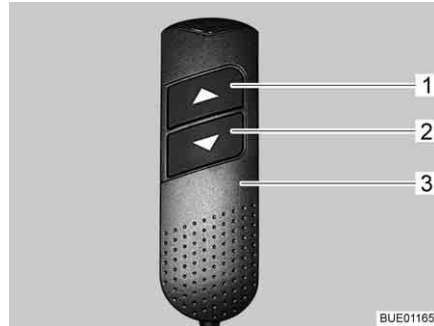

Bild 115 Fjärrkontroll
- Ta fjärrkontrollen (Bild 115,3) och tryck på knappen "▼" (Bild 115,2) och håll den intryckt. Fotänden skjuts in. Huvudänden höjs.
- Ta fjärrkontrollen (Bild 115,3) och tryck på knappen "▲" (Bild 115,1) och håll den intryckt. Fotänden körs ut. Huvudänden sänks.
- Ta fjärrkontrollen (Bild 115,3) och tryck på knapparna "▼" (Bild 115,2) eller "▲" (Bild 115,1) tills önskat läge har nåtts.